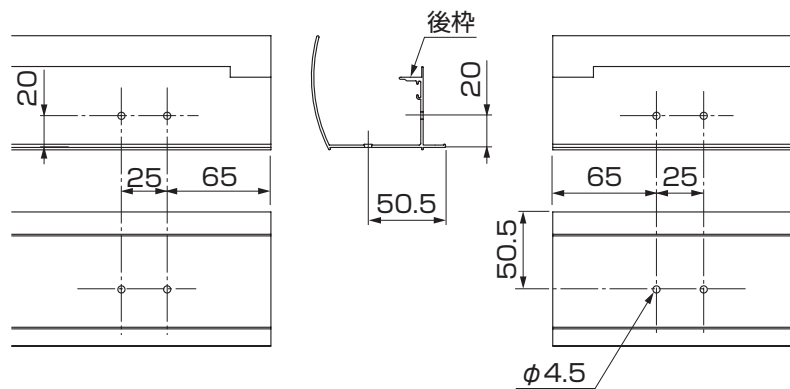
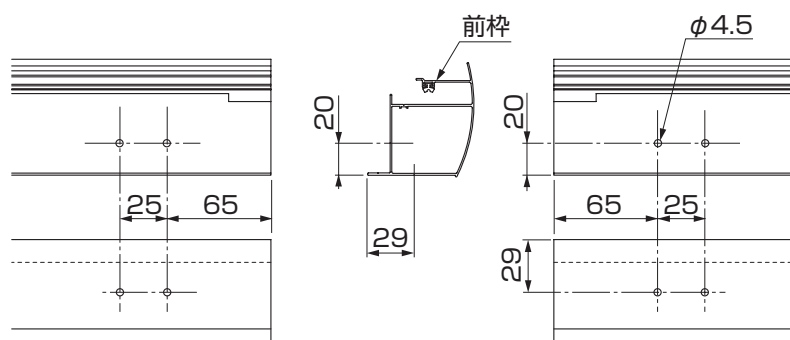
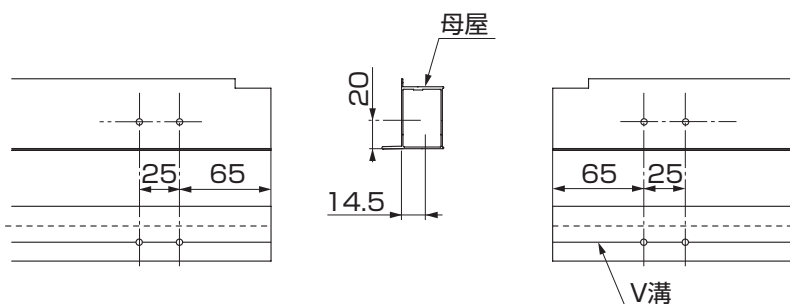

図2-1 後枠の加工
図2-2 前枠の加工
図2-3 母屋の加工
①後枠・前枠・母屋の連棟側を穴加工してください。(図2-1、図2-2、図2-3参照)